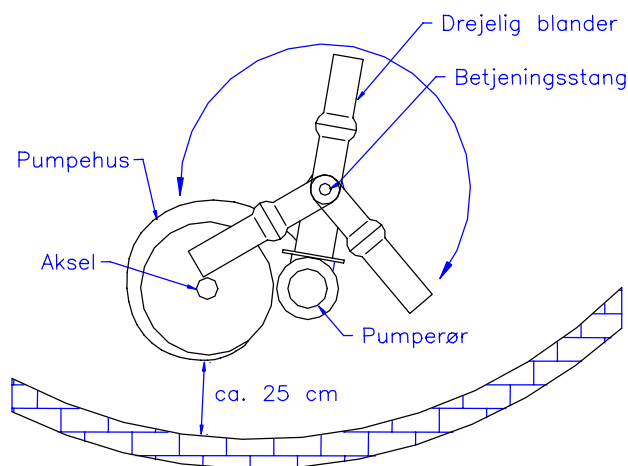
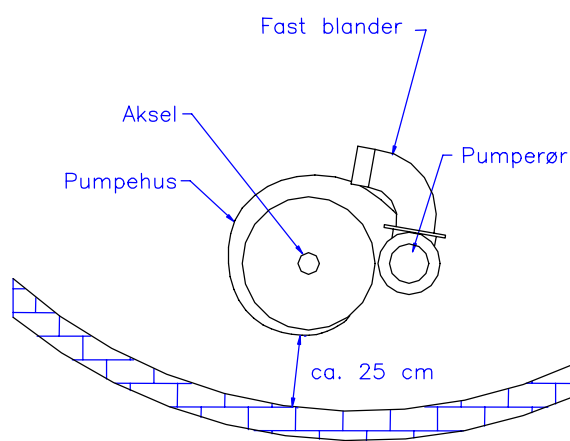

Fig.1 Pumpe med drejelig blander
Fig.2 Pumpe med fast blander
- Pumpen skal placeres således at pumpehuset er ca. 25 cm fra kanten. Ved pumper med drejelig blander skal studsene peges ind mod midten af tanken, så studsen kan drejes til begge sider i tanken (se fig.1). Hvis pumpen har fast blander skal studsen peges ud langs siden i kanten (se fig.2), så gyllen kan pumpes rundt og dermed give en god opblanding i tanken.